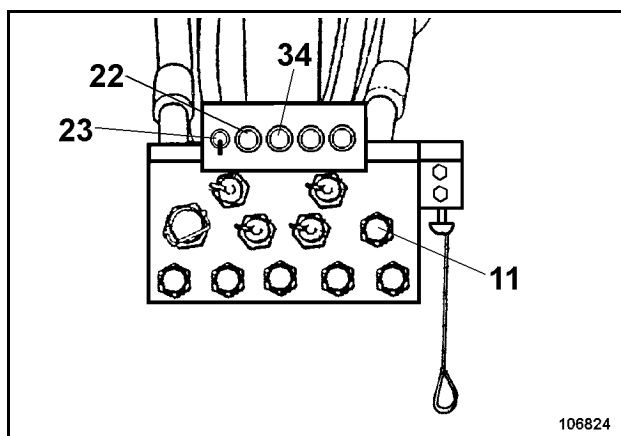

Fig. 3-129:
Fettfaß über die Service-Station (Fig. 3-129:) befüllen.
- Mit dem Kippschalter (23, Fig. 3-129:) das Anzeigesystem einschalten, die Kontrollleuchte (22) leuchtet auf.
- Deckel vom Schnellverschluß (11) abschrauben.
- Wenn das Fettfaß gefüllt ist, leuchtet die Kontrollleuchte (34) auf.
- Mit dem Kippschalter (23) das Anzeigesystem abschalten, die Kontrollleuchte (22) erlischt.